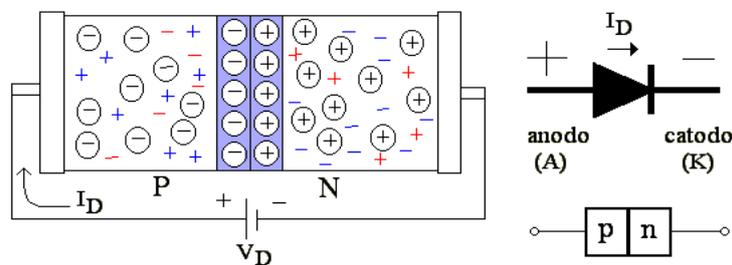

Figura 1 – Questão 2.
2. Seja a estrutura do diodo mostrada na Figura 1. Completar as lacunas: